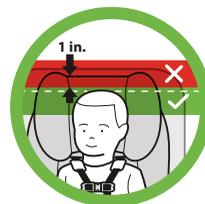

Figure 1
- Le haut de la tête de l'enfant doit être au moins 2,5 cm (1 po) sous la partie supérieure de l'appui-tête du siège d'auto, tel qu'illustré dans la **Figure 1**. Si le haut de la tête de l'enfant est à moins de 2,5 cm (1 po) sous la partie supérieure de l'appui-tête dans sa position la plus haute, votre enfant est trop grand pour utiliser ce siège d'auto orienté vers l'arrière et devra l'utiliser en mode d'installation orientée vers l'avant.